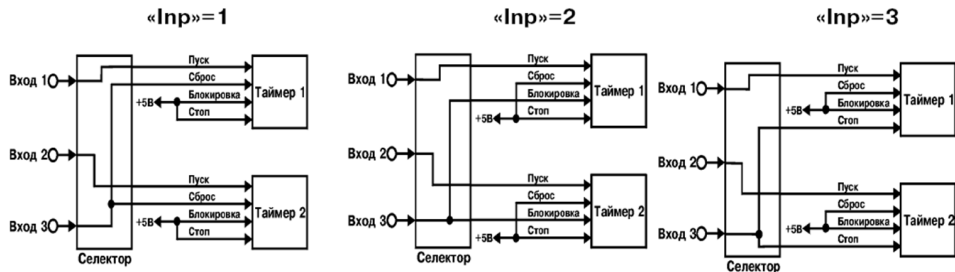

Рисунок 3.13
3.1.5.2 Раздельный запуск таймеров осуществляется по первому и второму входам прибора соответственно при значениях «Inp» = 1, 2 или 3. Третий вход прибора может быть подключен соответственно к входам «Сброс», «Блокировка» или «Стоп» одновременно обоих таймеров (рисунок 3.13).